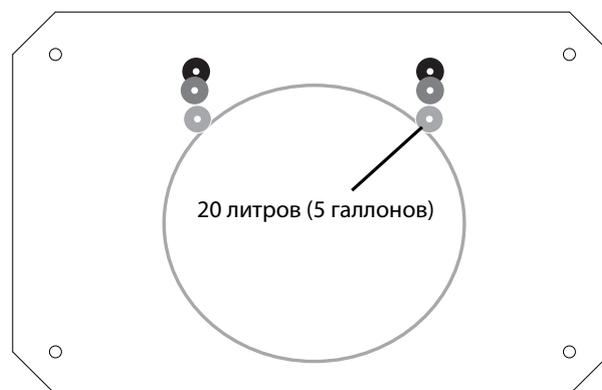

Рис. 8: Основание плунжера
2. Прикрепите упоры бочки (FB) к основанию плунжера с помощью винтов (FA) и стопорных шайб (не показаны).
**ПРИМЕЧАНИЕ:** Используйте упоры бочки объемом 20 литров только в положении, показанном на Рис. 8.